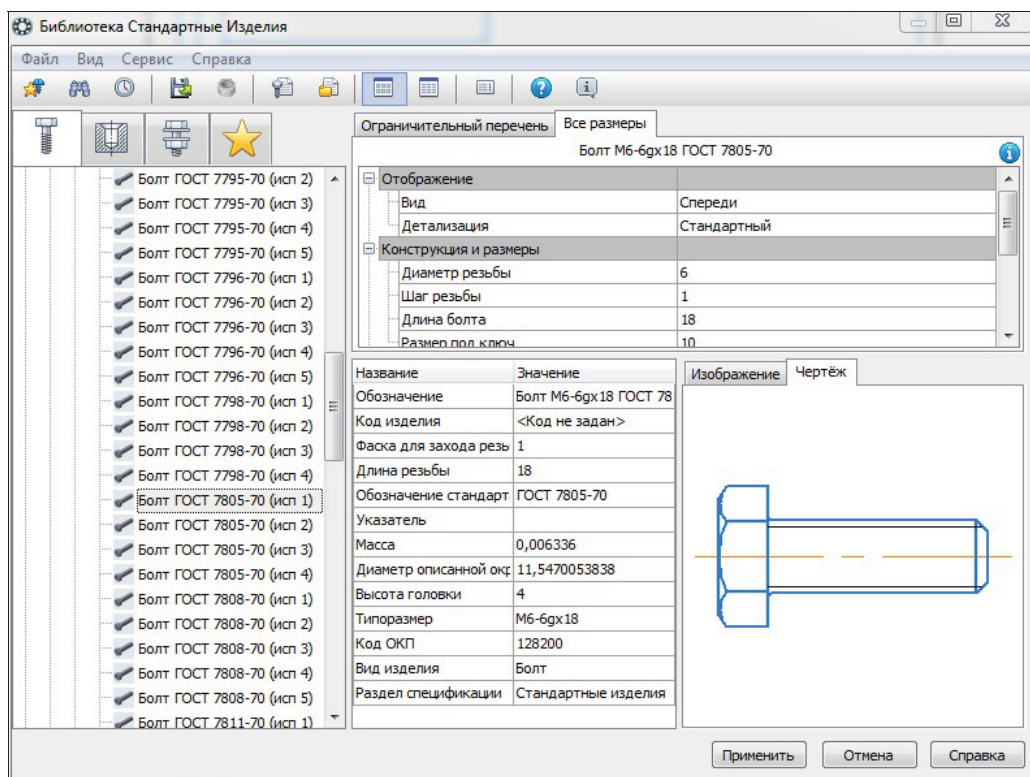

Рис. 30.17. Справочник при выборе элемента Болт ГОСТ 7805–70
- ◆ щелкните дважды ЛК мыши по папке **Болт ГОСТ 7805–70** — в **Области свойств** раскроется панель с полной информацией об этом элементе с вкладками **Изображение** и **Чертеж** (рис. 30.17). На вкладке **Изображение** представлена трехмерная модель элемента, а на вкладке **Чертеж** — его геометрические параметры. На этой панели выполните такие настройки:
- ◆ для вставки стандартного изделия в чертeж нажмите кнопку **Применить** в области свойств (см. рис. 30.17) — система закроет **Справочник** и в графическом поле появится фантом болта. В окне документа укажите точку вставки и угол поворота элемента. Далее, если необходимо, можно поставить позиционную выноску. Для этого укажите точку вставки и расположение выноски. Если не нужно, то на панели **Параметры** нажмите кнопку **Завершить**. Появится диалоговое окно **Объект специ-**